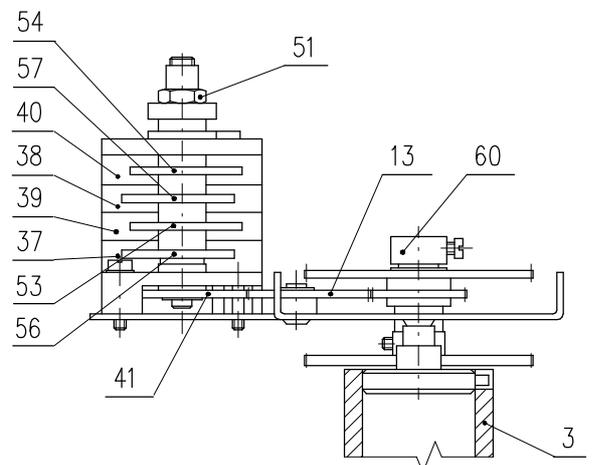

Рис.6
- блок положения (Рис.6)
Блок положения (Рис.6)
По ослаблении гайки блока положения (51) можно поворачивать кулачки (53), (54), (56), (57). Конструкция блока положения решена так, что при перестановке одного кулачка остальные остаются без движения. После настройки блока положения следует затянуть гайку (51). Кулачки выключения выключают микровыключатели блока положения (37), (38), (39), (40)(Рис.6).